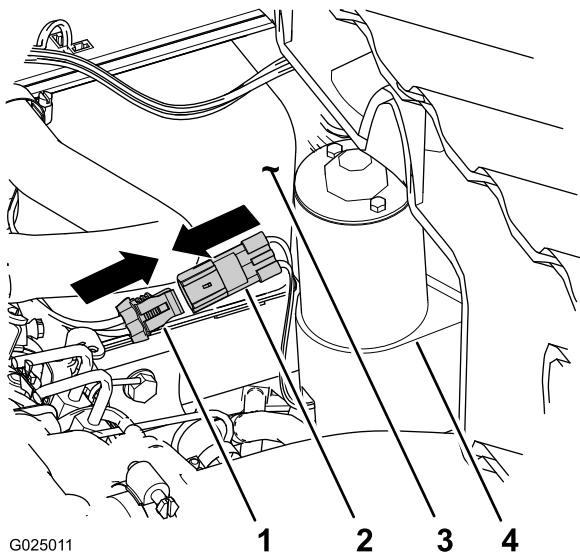

図10
3. 昇降アクチュエータの2ピンコネクタを、車両の後部ハーネスの2ソケットネクタに接続する図10。